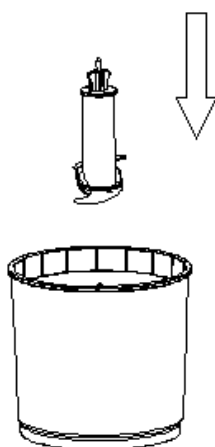

Fig:1
2. Montați lama inoxidabilă în bolul de tocare așa cum este indicat la Fig. 1.